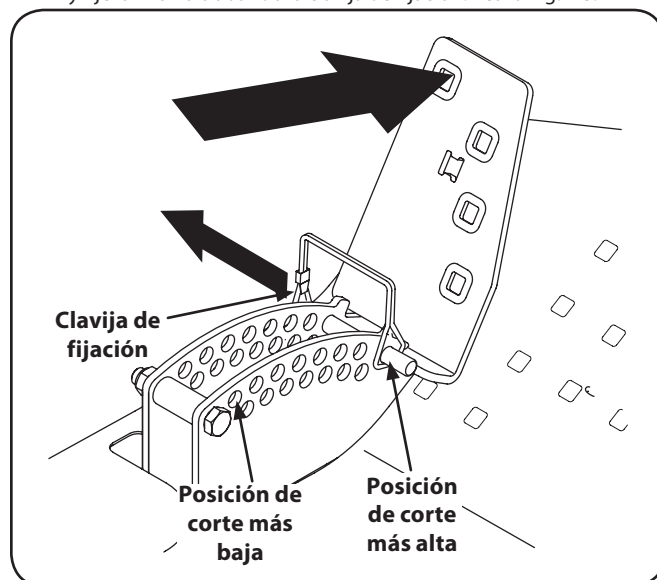

Figure 7-3
2. Coloque el pedal de elevación de la plataforma en la posición de corte más baja y vuelva a colocar la clavija de fijación que está en la parte frontal del pedal en la ménsula de altura de la plataforma y fije la misma trabando la clavija de fijación. Vea la Fig. 7-3.
1. Coloque el pedal de elevación de la plataforma en la posición de corte más alta y fíjelo colocando la claveta de trinquete detrás del pedal. Consulte la Fig. 7-3.